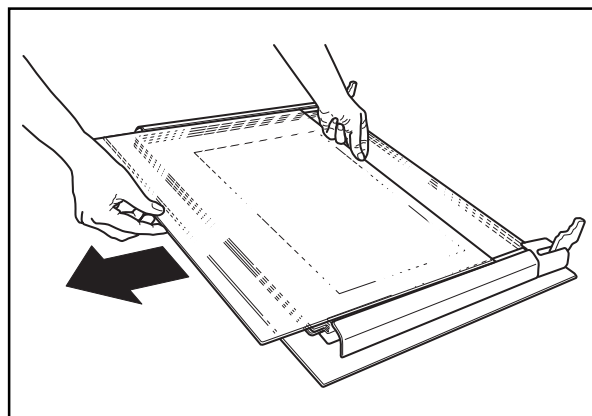

Fig. 12
8. Tenez fermement le panneau de verre interne par ses côtés inférieur et supérieur, et extrayez-les délicatement un après l'autre. (Fig. 12).